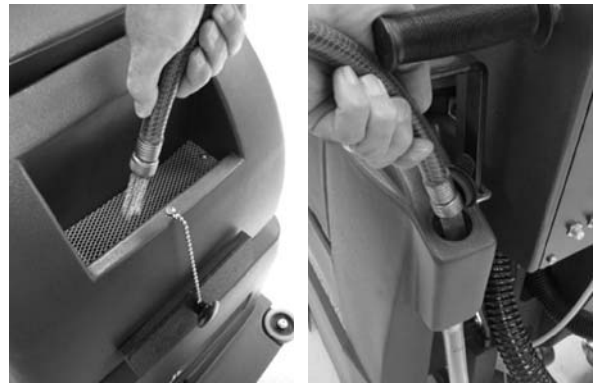

FIG. 13
3. Ouvrez le trou de remplissage de la solution qui se trouve à l'avant de la machine et remplissez le réservoir de 17 gal / 64 litres d'eau claire, température maximum 140°F / 60° C. Vous pouvez également utiliser le trou de remplissage qui se trouve à l'arrière de la machine pour remplir le réservoir de solution. Enlevez le bouchon et introduisez le tuyau pour remplir le réservoir. Le tube transparent qui se trouve sous le trou de remplissage est pourvu de graduations tous les 5 gal / 19 litres qui indiquent la quantité d'eau dans le réservoir (Figure 13).